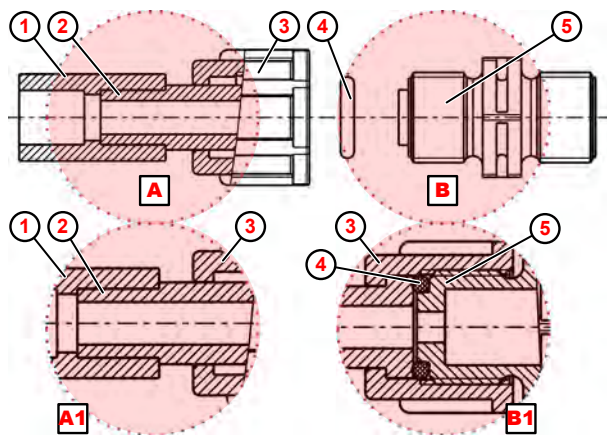

Fig. 20: Conexión de tubo con unión soldada
1. ➤ Soldar la unión soldada (Fig. 20 , ①) con la conexión de manguera.
2. ➤ Colocar la junta tórica ④ en la ranura de la válvula de descarga o aspiración ⑤ .
3. ➤ Apretar la tuerca de unión ③ (detalle **B1**).